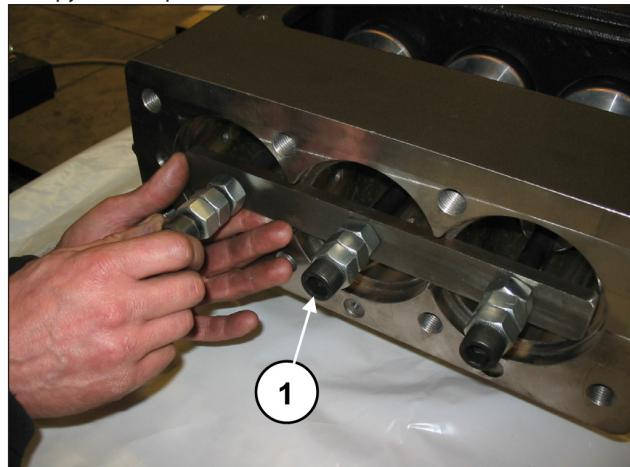

Рис. 38
Сдвиньте половинки шатунов в сторону гидравлической части и заблокируйте с помощью специального инструмента (арт. 27566200) (поз. ①, Рис. 38).